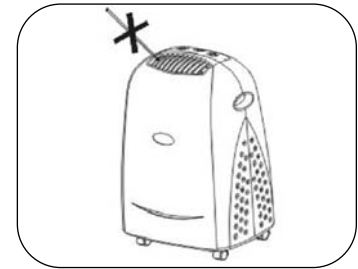

FIG.2
- NO COLOQUE OBJETOS SOBRE LA UNIDAD NI RESTRINJA LA ENTRADA/SALIDA DE AIRE (FIG. 2).